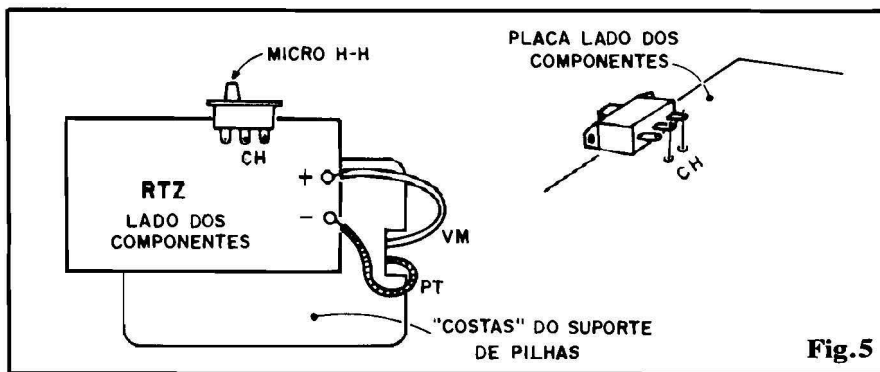

Fig.5
- **FIG. 5** - CONEXÕES EXTERNAS - Já que o microfone e LEDs são ligados diretamente à placa (ver figura anterior), restam muito poucas conexões a serem feitas... Uma delas compreende a ligação da micro-chave H-H, que deve ser precedida de cuidados semelhantes aos recomendados para o microfone de eletreto, ou seja: a anexação de pequenos prolongamentos de fio n.º e rígido aos terminais originais, dispostos em ângulo reto com os ditos, de modo que a tal chavinha possa situar-se lateralmente à placa, bem junto aos seus pontos de ligação (codificados como "CH"). Dependendo das reais dimensões do interruptor, e também do comprimento dos seus próprio terminais, três posições básicas podem ser estudadas: ou ela fica **sob** a placa, ou **sobre** a placa, ou ainda em situação nitidamente lateral, com seus terminais "entrando"